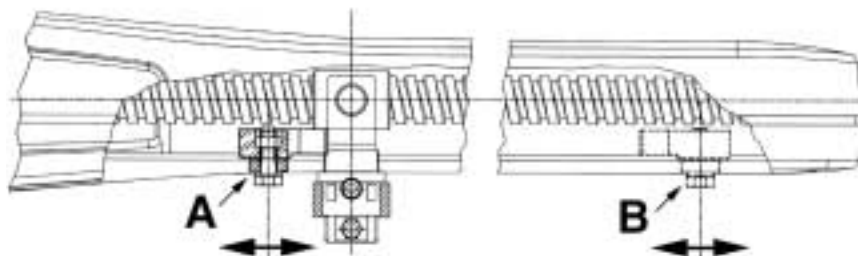

Fig. 8
Per posizionare i fermi si deve agire come da schema (Fig. 8).
To adjust the stoppers you have to follow the scheme (Fig. 8).
Pour positionner les colliers, il est nécessaire agir selon les indications du schema (Fig. 8). Pour obtenir l'ouverture désirée, il suffit de déplacer le collier (A) et de le bloquer avec une clé n°13. Pour obtenir la fermeture désirée, il est nécessaire de déplacer le collier (B) (OPTIONAL).
Um die Endscharter einzustellen, müssen Sie wie in der Abbildung handeln (Abb. 8). Um die erwünschte Öffnungsweite einzustellen, genügt es, die Endscharter (A) zu verstellen und sie mit Hilfe eines Imbusschlüssels an der Mutterschraube festzuziehen. Um die erwünschte Schliessweite einzustellen, müssen Sie die Endscharter (B) verstellen.